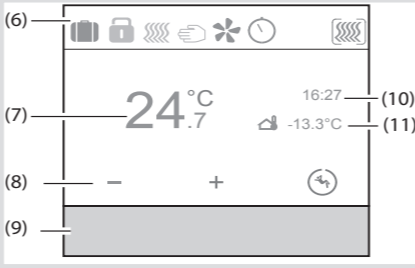

Figure 3 : Affichage principal
La température demandée est définie par le mode de service et peut être modifiée par le biais du menu **Mode de service - Mode Vacances** ou **Réglage**. Entre autres, le mode de service sélectionné, l'heure actuelle et la température ambiante mesurée apparaissent sur l'afficheur (figure 3). Les contenus de l'afficheur peuvent être représentés de diverses manières en fonction du réglage. La ligne d'état supérieure reproduit par des symboles l'état de l'appareil actuellement réglé (6).